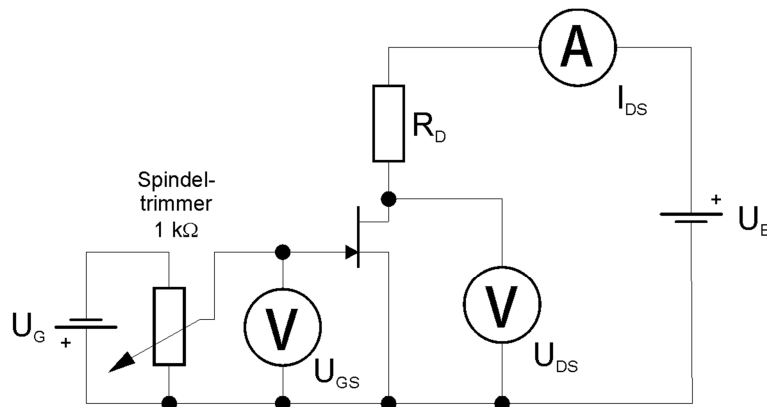

Abb. 4: Schaltung zur Untersuchung der Steuerung des Drain-Source-Kanals ($R_D = 1 \text{ k}\Omega$, $U_B = 10 \text{ V}$, $U_G = 1 \text{ V}$).
- 3.1 Untersuchen Sie die Steuerung des Drain-Source-Kanals durch eine Gatespannung. Bauen Sie hierzu die Schaltung aus Abb. 4 auf. Variieren Sie die Gate-Source-Spannung U_{GS} und messen Sie den Drain-Source-Strom I_{DS} sowie die Drain-Source-Spannung U_{DS} . Aus diesen beiden Größen lässt sich der Drain-Source-Widerstand R_{DS} des FETs berechnen. Plotten Sie R_{DS} gegen die Gatespannung U_G . In welchem Bereich liegt ein nahezu linearer Arbeitsbereich vor? Bestimmen Sie die minimale sowie die maximale Kanalleitfähigkeit.